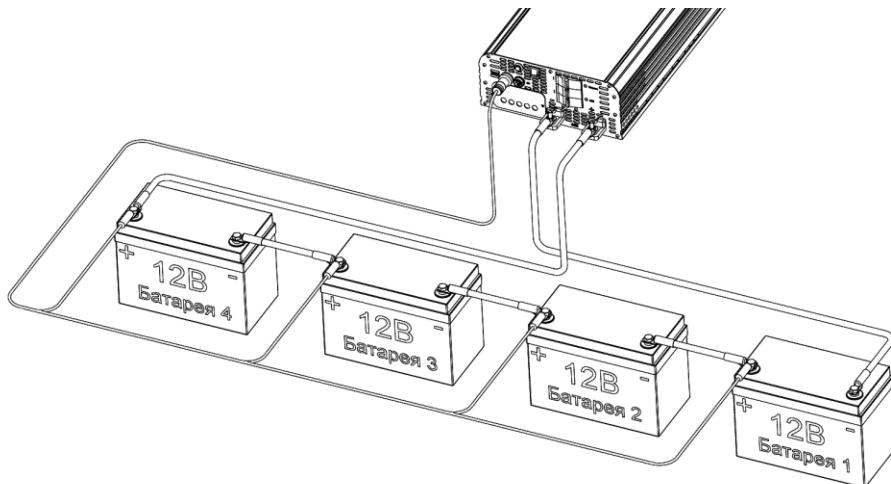

Рисунок 6. Підключення свинцево-кислотних АКБ до UPS-4048.
4.2.7 При використанні чотирьох свинцево-кислотних АКБ з номінальною напругою 12В, їх треба з'єднати послідовно, використовуючи силові перемички, що входять до комплекту поставки. Необхідно, також, під'єднати кабель балансування. При цьому, клеми «Батарея1», «Батарея2», «Батарея3» і «Батарея4» підключаються до плюсовых клем відповідних батарей, нумерація яких ведеться від чорного (мінус) батарейного кабелю ДБЖ, як показано на Рис.6